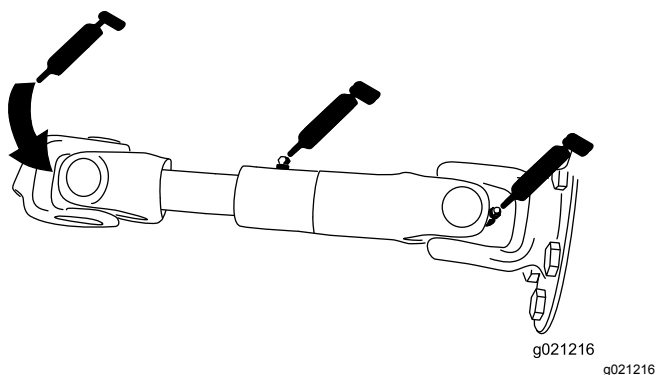

Figura 75
- Eje de transmisión de la bomba (3) (Figura 75)